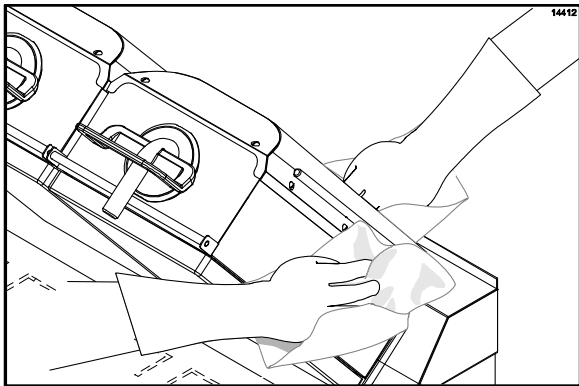

Figure 102
31. Rincer les surfaces avant, latérales et arrière des plaques avec un chiffon grill propre et trempé dans de l'aseptisant, en commençant par la plaque de droite et en finissant par celle de gauche (Cf. Figure 102).